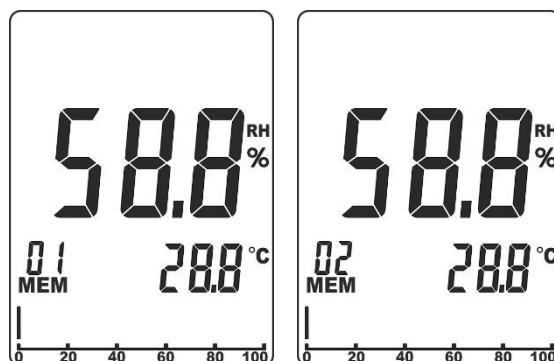

Fig. 3: Sauvegarde des résultats des mesures
1. Avec résultat présent à l'écran (voir Fig. 3 – à gauche) enfoncer et maintenir enfoncée (>2s) la touche **MEM/ALM** jusqu'à ce que l'instrument émette un son
2. Le résultat des relevés est enregistré dans la position indiquée en bas de l'écran (voir Fig. 2 – élément 15) et l'instrument affiche automatiquement la position suivante disponible (voir Fig. 3 – à droite)